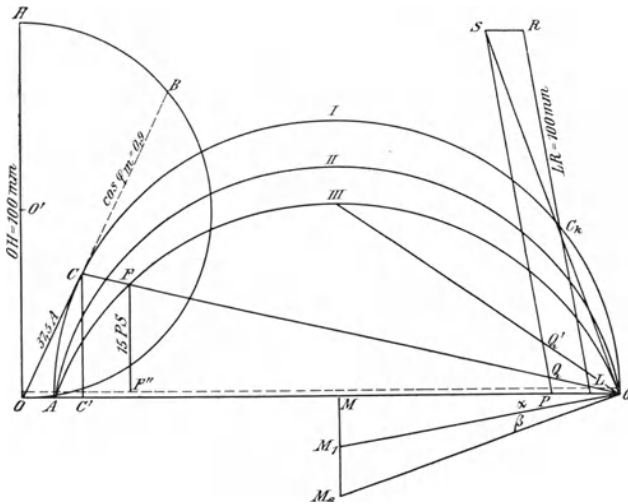

Fig. 173.
*) Die Fig. 173 ist im Text auf die Hälfte verkleinert.
Man errichte auf $\overline{M_2G}$ in G (Fig. 173) eine Senkrechte, die den Punkt C_k liefert. Fällt man nun von C_k auf $\overline{M_1G}$ ein Lot, so schneidet dieses die Linie \overline{AG} in L. Zieht man zu C_kL eine Parallele PS, welche bis zum Schnitt S mit der Verlängerung von \overline{CG} gleich 100 mm ist, so ist auf dieser das Stück \overline{PQ} in Millimetern gemessen, die Schlüpfung in Prozenten, also der Wert 100 s.
bedeutet w_a den Widerstand w_2 einer Phase, x den pro Phase vorzuschaltenden Widerstand. Derselbe läßt sich leicht aus unserm Diagramm (Fig. 173) berechnen. Wenn nämlich \overline{OC} der auf dem ersten Kontakt eintretende Strom sein soll, so muß der Motor einen solchen Gesamtwiderstand besitzen, daß \overline{CG} Tangente an einen neuen Kreis III ist. Der Mittelpunkt dieses Kreises wird aber gefunden, indem man auf \overline{CG} in G eine Senkrechte errichtet, die die Linie $\overline{MM_1}$ in dem gesuchten Mittelpunkt schneidet. Da es sich aber nur